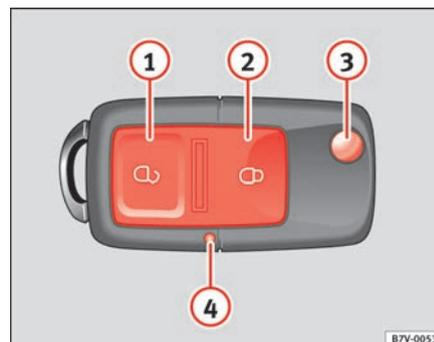

Abb. 61 Tastenbelegung Funkschlüssel
Es wird nur die Fahrertür entriegelt, wenn Sie den Schlüssel im Schloss der Fahrertür *einmal* in Öffnungsrichtung drehen oder einmal die Entriegelungstaste ⇒ Seite 96, Abb. 61  im Funkschlüssel drücken.
- Drücken Sie im Funkschlüssel die Taste ⇒ Abb. 61 , um alle Türen und die Heckklappe zu entriegeln.
Bei Tastendruck leuchtet die Batterie-Kontrollleuchte im Funkschlüssel ⇒ Abb. 61 auf.
Mit der Taste im Funkschlüssel ⇒ Abb. 61 wird der Schlüsselbart entriegelt.
- Betätigen Sie einmal die Öffnungstaste  ⇒ Seite 96, Abb. 61 .
Wenn Sie die Taste  ⇒ Seite 96, Abb. 61  häufig außerhalb des Wirkungsbereiches betätigen, kann sich das Fahrzeug mit dem Funkschlüssel nicht mehr öffnen oder schließen lassen. Der Funkschlüssel muss dann neu synchronisiert werden.
Wenn die Batterie-Kontrollleuchte im Funkschlüssel ⇒ Seite 96, Abb. 61 ④ bei Tastendruck nicht leuchtet, muss die Batterie in Ihrem Schlüssel in Kürze ausgetauscht werden.
- Klappen Sie den Schlüsselbart heraus, indem Sie auf den Knopf ⇒ Seite 96, Abb. 61  drücken.